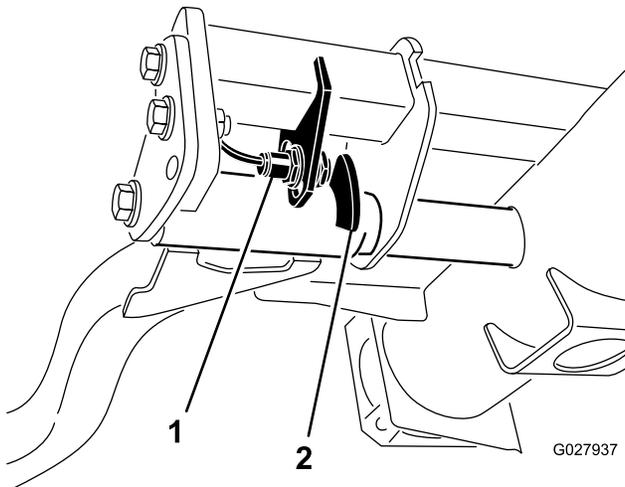

Рисунок 65
2. Переключатель подъемного рычага расположен под гидравлическим баком позади переднего правого подъемного рычага (Рисунок 65).
3. Ослабьте крепежные винты переключателя и переместите переключатель вниз, чтобы увеличить высоту поворота подъемного рычага, или переместите переключатель вверх, чтобы уменьшить высоту поворота подъемного рычага (Рисунок 65).